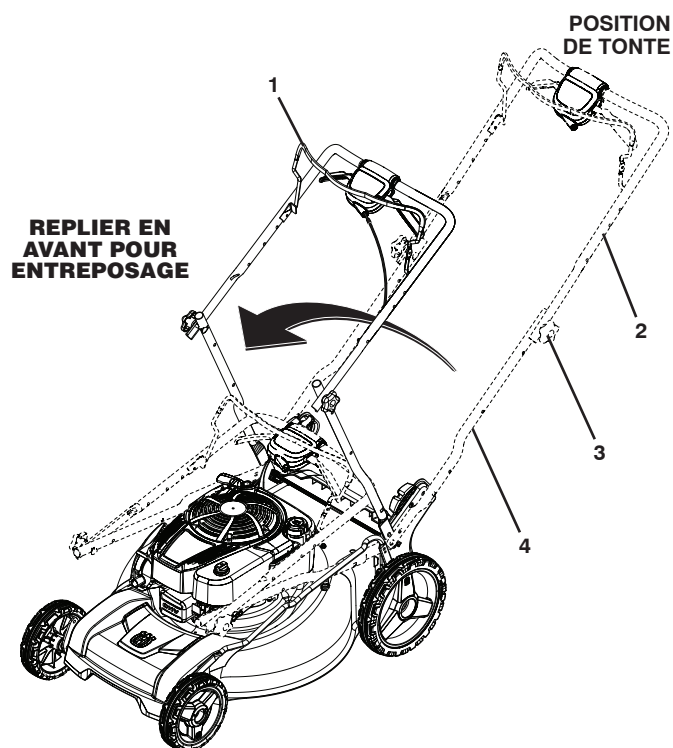

Figure 29
1. Desserrez les deux (2) boutons de guidon sur les côtés du guidon supérieur et pliez le guidon vers l'arrière (Figure 29).